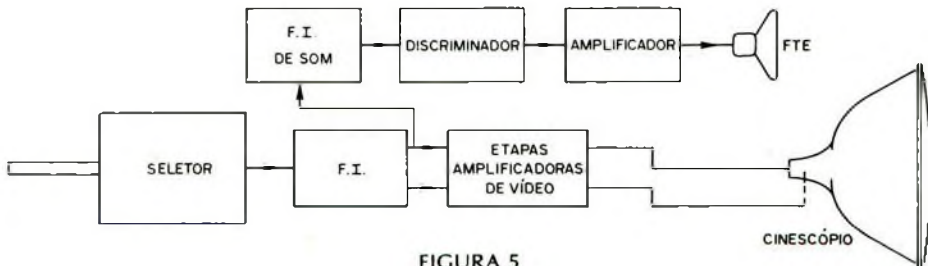

FIGURA 5
Nos televisores comuns, a partir do seletor, existe um canal de frequência intermediária (FI) que amplifica os sinais de vídeo e áudio simultaneamente, a partir do qual são separados os sinais de vídeo e áudio para amplificação posterior. Na amplificação posterior, o sinal de áudio é levado ao alto-falante, e o de vídeo ao cinescópio. (figura 5)